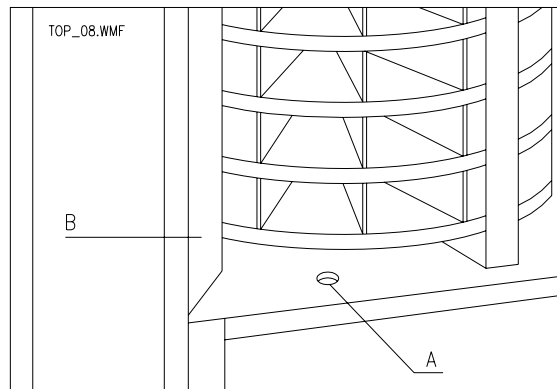

FIG. 9
- 2) Desenganchar la rejilla anterior izquierda de acero ref.B FIG. 9.
**Nota:** Para el último disco inferior, utilizar como orificio el del fondo de la caja portante ref. A fig. 9, después de haberse situado en correspondencia con el mismo.
- 8) Colocar nuevamente en su lugar la rejilla anterior ref.B FIG. 9.